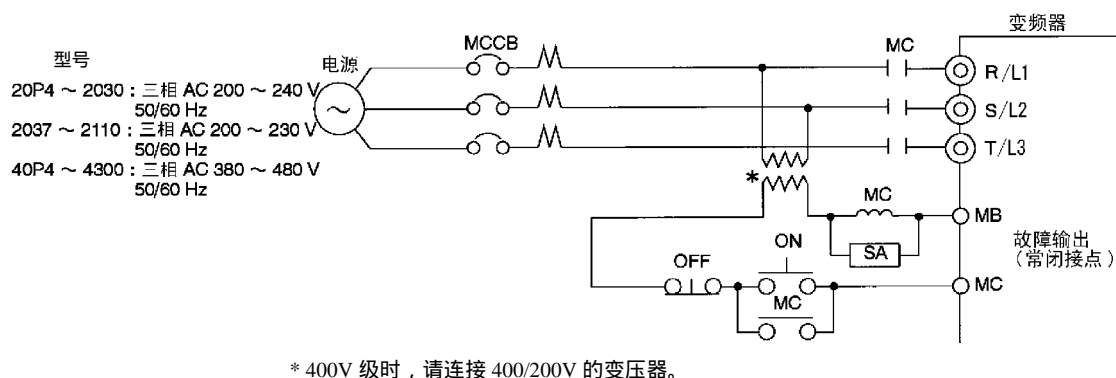

图 2.7 安装接线用断路器
- MCCB 由多台变频器或与其它机器共同使用时，请如图 2.7 所示，接入故障输出时电源关闭的顺控器。